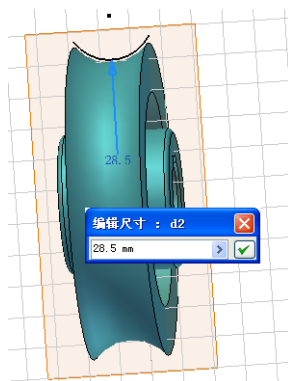

图 8-51 绘制圆弧
⑤在建立的第一个工作平面上新建草图，进入草图环境后单击【草图】标签栏【绘图】面板的【圆弧】工具按钮，绘制如图 8-51 所示的圆弧作为扫掠路径，并选择【尺寸】工具进行标注且修改半径尺寸值为 28.5。